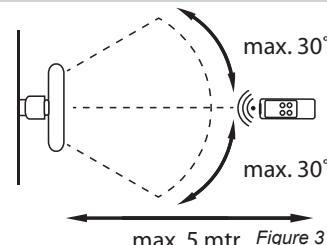

Figure 3
- La distance entre le ventilateur et la télécommande ne doit pas excéder 6 mètres (voir figure 3).
- Diriger la télécommande sur le ventilateur, en maintenant un angle de direction inférieur à 30 degrés (voir figure 3).